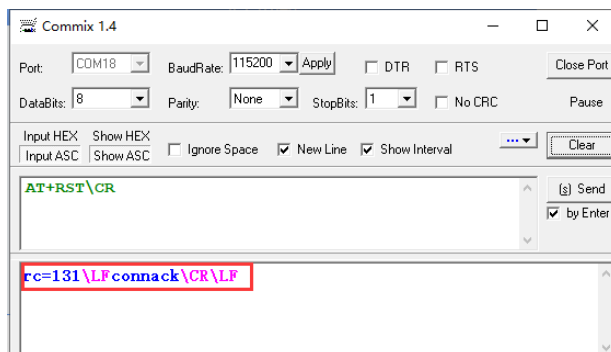

图 14-11 连接成功打印信息
(2) 设备连接云端服务器成功后串口自动打印成功信息, 如图 14-11 所示。